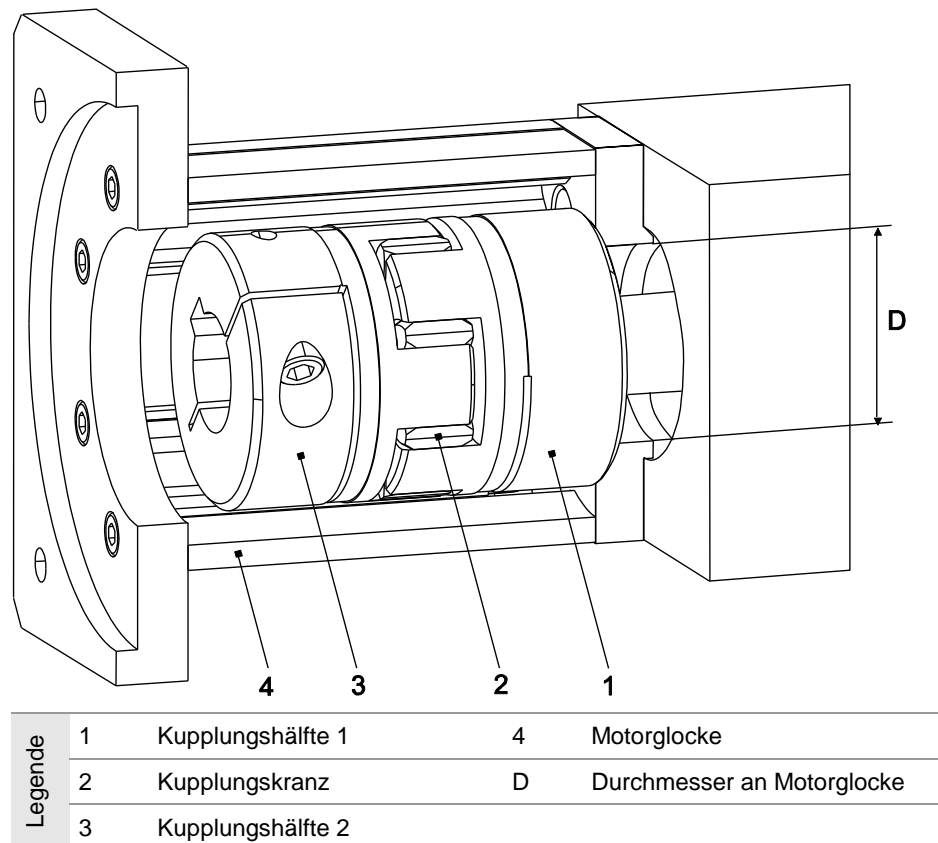

Bild 7: Motorglocke mit Motorkupplung am Antriebszapfen
3. Falls der Kupplungs-Durchmesser kleiner ist als das Maß D an der Motorglocke (4), zuerst die Kupplungshälfte 1 (1) (Bohrung bündig mit Antriebswelle) und danach die Motorglocke (4) montieren (Bild 7).